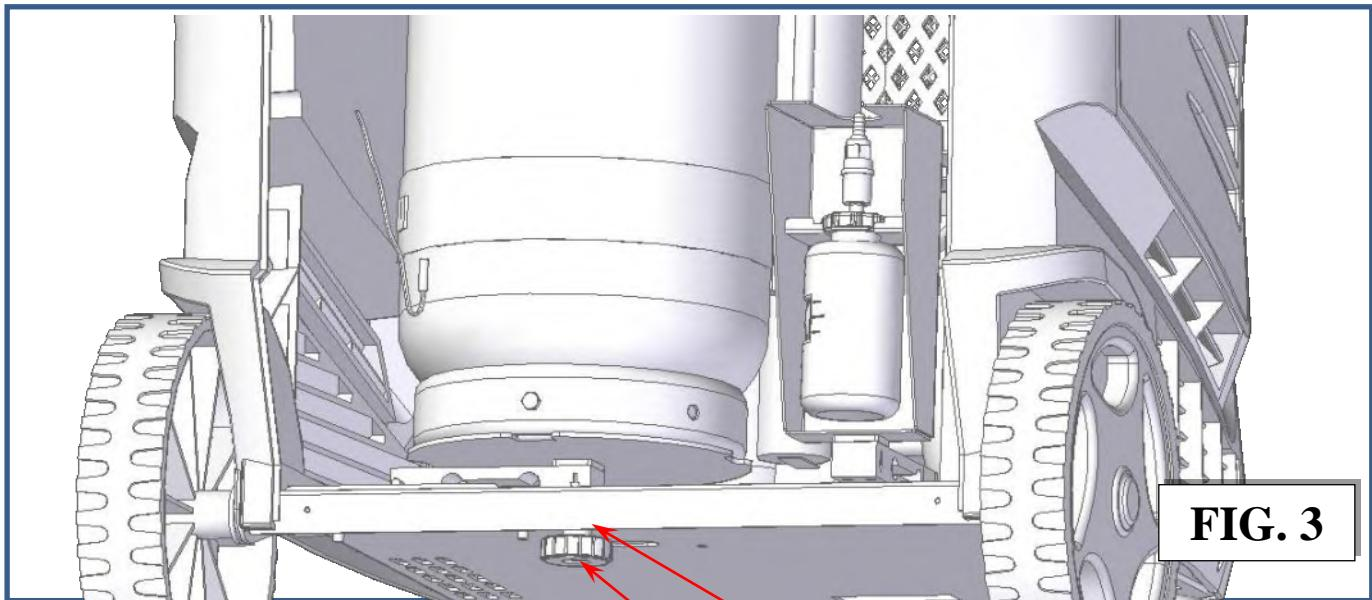

FIG. 3
1. Afin de retirer les protections sous la balance de réfrigérant, il est nécessaire de desserrer le contre-écrou (réf. 1, Fig. 3). Le bouton (réf., Fig. 3) doit être dévissé, retiré et rangé dans un Endroit sûr.
2. Serrez le bouton (réf.2, Fig.3) jusqu'à ce que l'affichage indique ZERO disponible. Serrez l'écrou (réf.1, Fig.3).